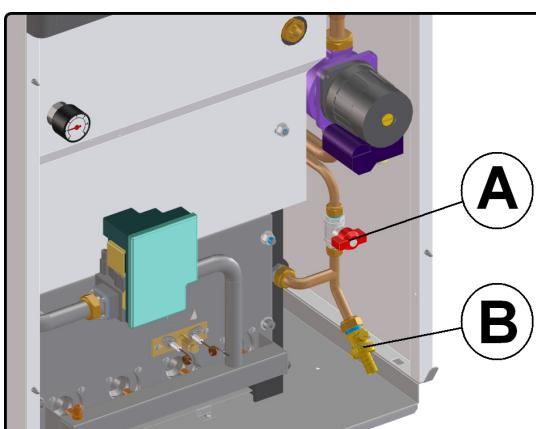

Fig. 3.4
Per fare un corretto riempimento disinserire l'apparecchio dalla rete elettrica agendo sull'interruttore bipolare previsto sull'impianto, aprire il pannello frontale della carrozzeria (2), aprire il rubinetto di riempimento (A in fig. 3.4), e contemporaneamente verificare la pressione del circuito riscaldamento sul manometro.
For a correctly filling-up, disconnect the unit from the mains via the bipolar switch, open the front body panel (2), turn the fill-up cock on (A in fig. 3.4) and simultaneously check on the gauge the pressure in the central heating circuit.
Para un correcto llenado desconectar el aparato de la red eléctrica actuando sobre el interruptor bipolar dispuesto en la instalación, abrir el panel frontal de la carcasa (2), abrir el grifo de llenado (A en la fig. 3.4), y comprobar al mismo tiempo la presión del circuito de calefacción en el manómetro. Una vez llevada a cabo esta operación, cerrar el grifo de llenado.
controllare che il rubinetto di riempimento (A in fig. 3.4) sia ben chiuso. Controllare sul manometro (vedi fig. 2.1) che la pressione del circuito di riscaldamento non sia prossima a 3 bar; in tal caso un innalzamento della temperatura del circuito può provocare l'apertura della valvola di sicurezza.
check that the fill-up cock (A in fig. 3.4) has been turned off. Check on the gauge (see fig. 2.1) that the pressure in the central heating circuit is nowhere near 3 bar; if it is a rise in temperature of the circuit could cause the safety valve to open. To prevent this from happening we recommend you drain off some of the water through the small air valves on the radiators to bring the pressure back to the normal value.
controlar que el grifo de llenado (A en la fig. 3.4) está debidamente cerrado. Controlar en el manómetro (véase fig. 2.1) que la presión del circuito de calefacción no es de cerca de 3 bar; en tal caso la subida de la temperatura del circuito podría producir la apertura de la válvula de seguridad.